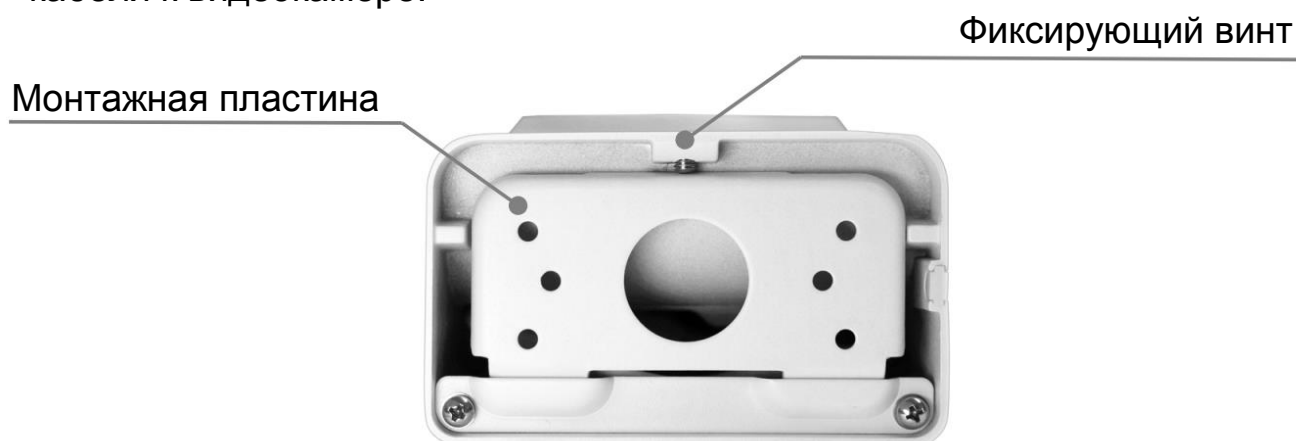

Рисунок 5.5 – Настенный кронштейн
- Ослабьте фиксирующий винт и отсоедините монтажную пластину от кронштейна (Рисунок 5.5).